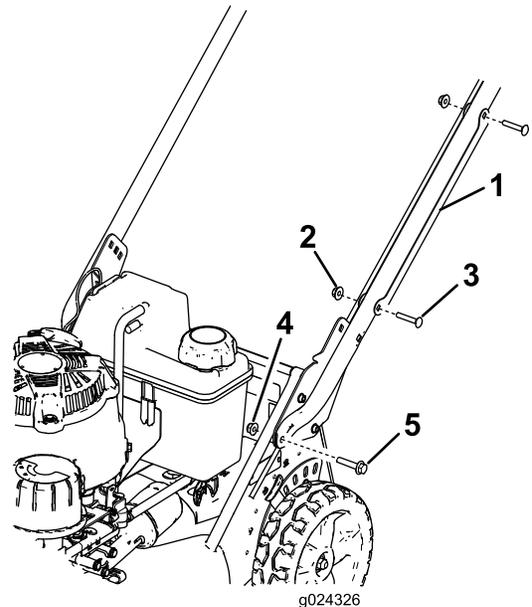

Bild 3
1. Entfernen Sie die zwei Schlossschrauben und zwei Sicherungsmuttern, mit denen der Kabelschutz am Bügel befestigt ist, um den Kabelschutz abzunehmen (Bild 3).
2. Befestigen Sie die Bügelenden mit zwei Sechskantbundschauben (5/16" x 1-1/2") und zwei Bundmuttern (5/16") am Mähergehäuse, wie in Bild 3 abgebildet.
Schlossschrauben und zwei Bundmuttern am Bügel (Bild 3).